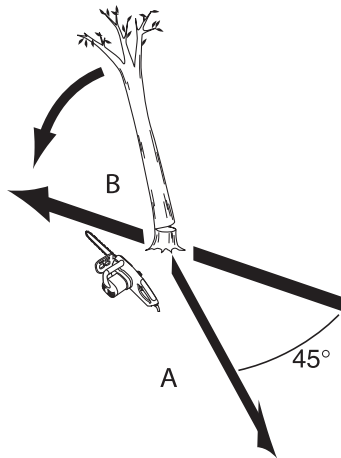
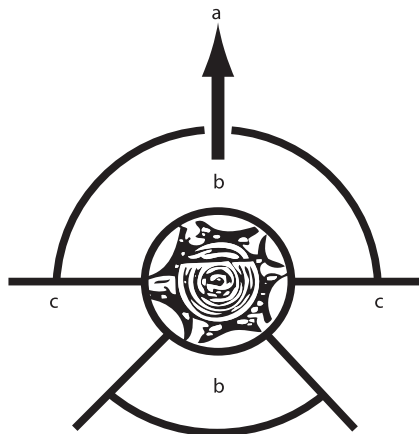

Abb. 19
Abb. 20
5. Planen Sie vor dem Fällen einen Fluchtweg und räumen Sie diesen wenn nötig frei. Der Fluchtweg sollte von der erwarteten Falllinie aus schräg nach hinten wegführen, wie in Abb. 19 und 20 dargestellt.
Ein Fluchtweg (A) sollte eingeplant und wenn nötig frei geräumt werden, bevor mit dem Fällen begonnen wird! Der Fluchtweg sollte von der erwarteten Falllinie aus schräg nach hinten wegführen, wie in Abb. 19 dreidimensional, bzw. in Abb. 20 schematisch dargestellt!